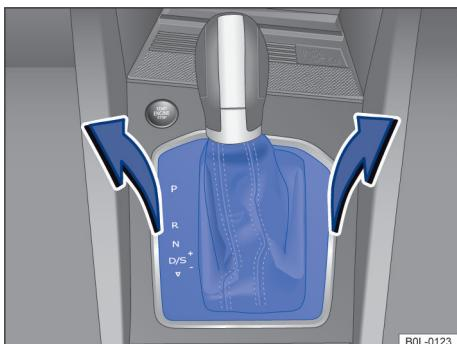

图 91 拆卸换挡槽的盖板
- 将变速杆防尘罩周围的换挡槽板盖板及其上连接的导线小心上拉 → 图 91。
- 用螺丝刀工具头插入解锁装置槽口，沿箭头方向略微下压解锁装置 → 图 91；